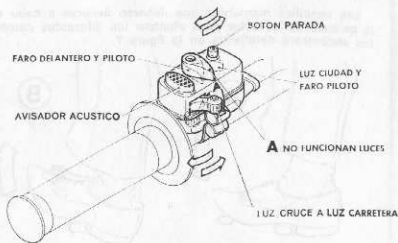

Fig. 6. — Interruptor conmutador de luces.
2. Parar el motor (ver fig. 6).